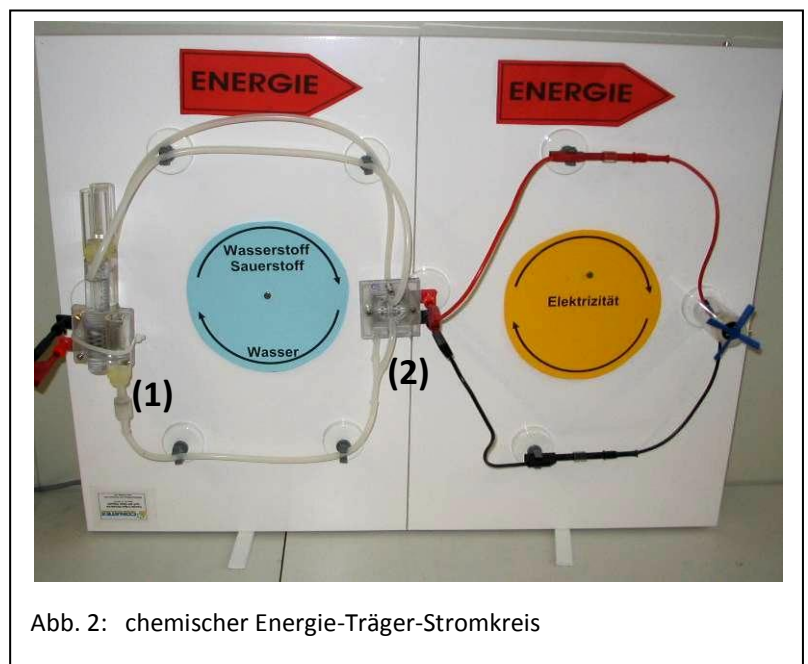

Abb. 2: chemischer Energie-Träger-Stromkreis
Der Elektrolyseur (1) in Abbildung 2 wird so lange betrieben, bis sich der Propeller deutlich dreht. Das Drehen des Propellers zeigt an, dass dort Energie ankommt. Die Energie kann nur vom Elektrolyseur kommen, der wiederum von einem Netzgerät, einem Handgenerator oder einer Solarzelle angetrieben wird. Somit ist der **Weg des Energiestroms** identifiziert: vom Netzgerät bzw. Handgenerator bzw. Solarzelle zum Elektrolyseur, zur Brennstoffzelle zum „Lüfter“.